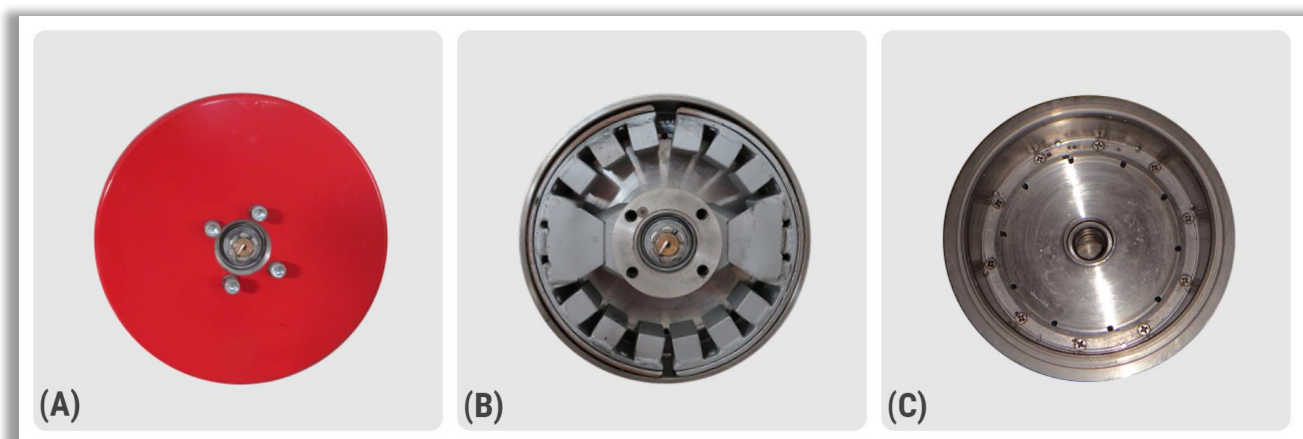

Рисунок XII-1
1) Снимите защитное ограждение воздушного винта. Отсоедините карданный вал (Рисунок XI-2) от тарелки центробежной муфты (Рисунок XII-1, А), отодвиньте его по шлицам в сторону редуктора и снимите тарелку центробежной муфты.
⚠ Колодки расположите так, как показано на (Рисунок XII-1, В), иначе одна из колодок может выпасть.
3) Извлеките центробежную муфту сцепления (Рисунок XII-1, В) из ступицы воздушного винта (Рисунок XII-1, С).